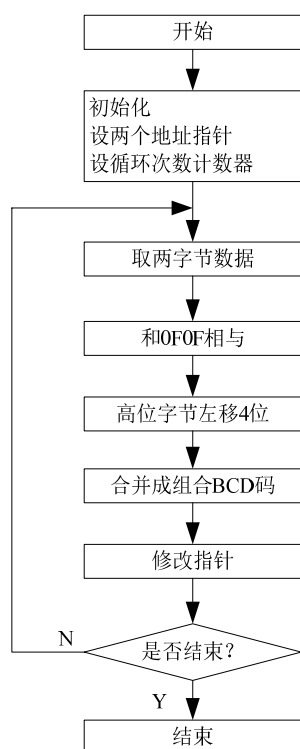

图 1-4-1 ASCII 码转换为 BCD 码的
1. 通常在微计算机中,从键盘上输入的十进制数的每一位数码(即 0~9)都是以它的 ASCII 码表示的,要向 CRT 输出的十进制数的每一位也是用 ASCII 码表示,而计算机中的十进制数,是以 BCD 码形式存放,或是将其转换成二进制数存放。因此,在进行十进制数运算之前,首先要将 ASCII 码转换为 BCD 码,这时只要将一个字节,ASCII 码的高四位清零即可,如果要以组合的 BCD 码形式表示,即一个字节存放两个数字的 BCD 码,则要将两个字节 BCD 码中高位字节数字左移四位,再与低位字节组合在一起就可以了。ASCII 码转换为 BCD 码的参考流程图如图 1-4-1 所示。